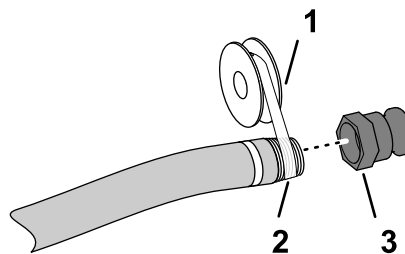

Figure 5
5. Appliquez le ruban d'étanchéité au PTFE (Figure 5) sur le filetage du raccord du flexible de remplissage (NPT 1").
6. Vissez le raccord rapide femelle sur le flexible de remplissage et serrez-le à la main (Figure 5).